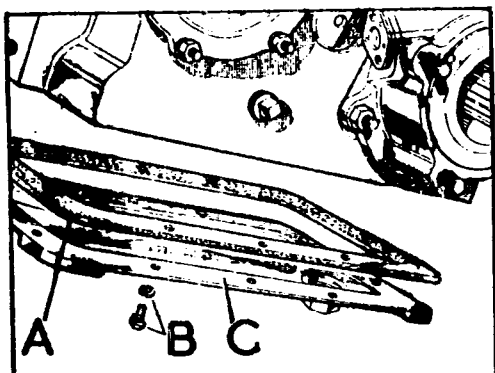

Fig. C1-25 Tapa inferior de la caja reductora
- 1.3. Quitar la tapa inferior, C (Fig. C1-25), de la caja en unión de la junta, A.